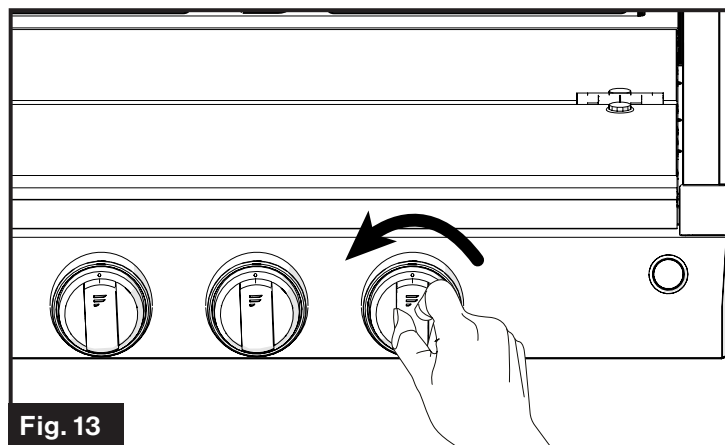

Fig. 13
2. Presione y gire la perilla de control del quemador correspondiente en sentido contrario a las agujas del reloj hasta la posición . (Fig. 13)